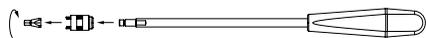

Рис. 1
- Демонтировать инструмент для установки блокирующих гаек при помощи вилочного ключа SW6, см. Рис. 1.